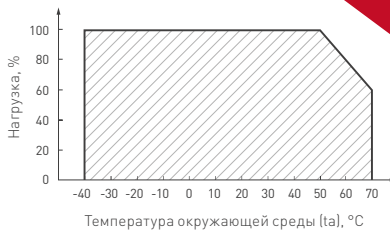

Рис. 2. Максимальная допустимая нагрузка, % от мощности источника.
- 4.4. Не нагружайте источник питания более 80% от его максимальной мощности. Учитывайте, что с повышением температуры окружающей среды максимальная мощность источника питания снижается, и при температуре, близкой к максимальной, нагрузка должна составлять не более 60% от максимально допустимой (см. график зависимости на Рис. 2).